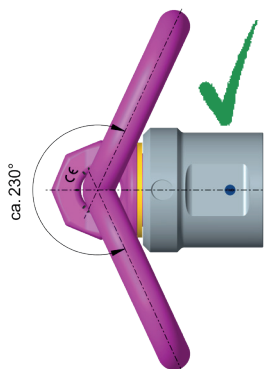

Fig. 3: Campo di rotazione appoggio
- L'anello di carico del golfare VWBM orientato manualmente può essere ruotato di ca. 230° (Fig. 3).